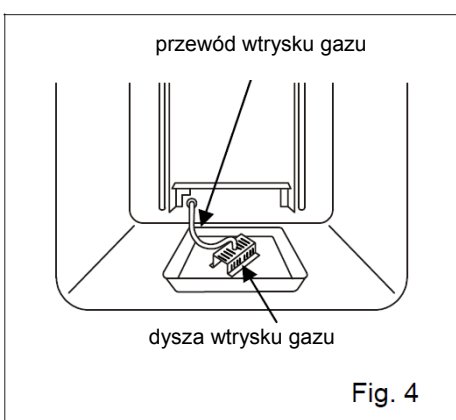

Fig. 4
5. Zdemontuj i wyjmij dyszę dopływu gazu N_2 / O_2 oraz jej przewód (Rys. 4)